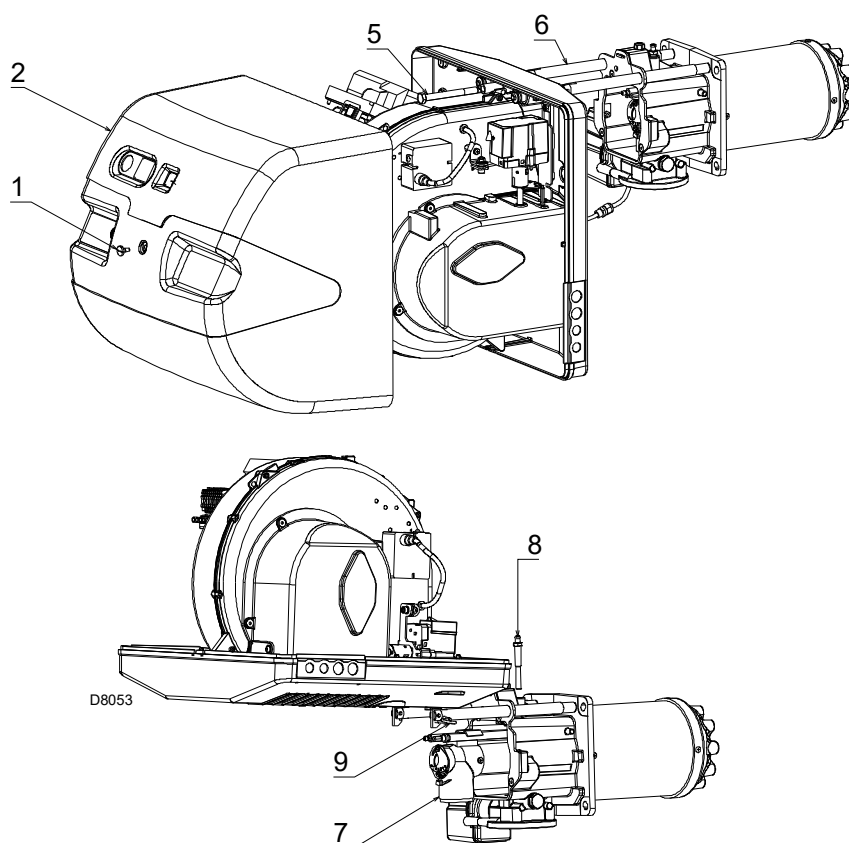

Fig. 34
- Desserrer la vis 1)(Fig. 34) et déposer le capot 2).
- Enlever la goupille 9)(Fig. 34) et pousser le brûleur jusqu'à environ 100 mm du manchon.